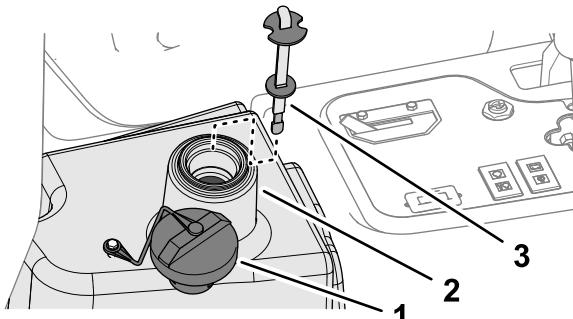

Figura 91
4. Llene el depósito (Figura 91) con aproximadamente 22,7 litros de fluido hidráulico; consulte Especificación del fluido hidráulico \(página 64\).